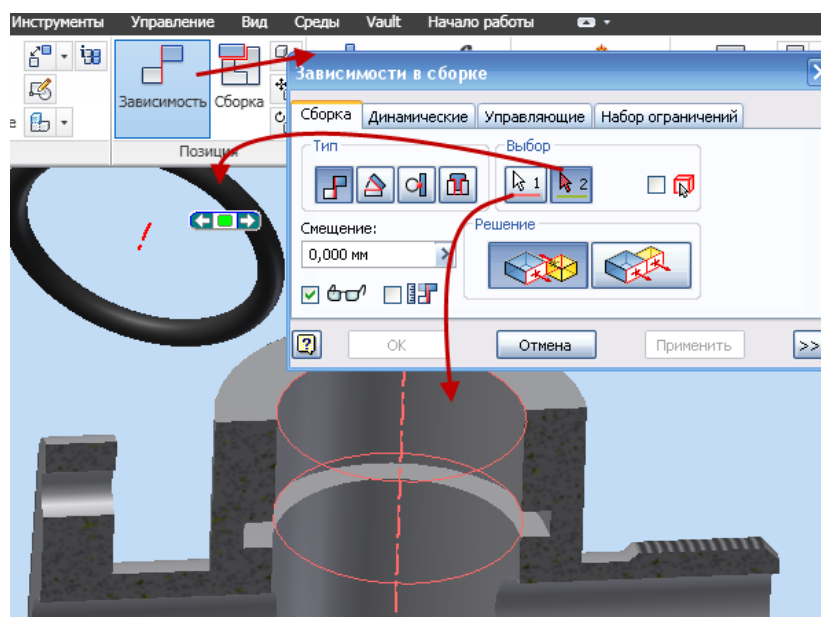

Рис. 3.65. Установка видимости внутреннего контура
- В диалоговом окне **Зависимость в сборке** выберите в поле тип → **Совмещение** → в поле **Решение** → (**Совмещение**) (рис. 3.65).